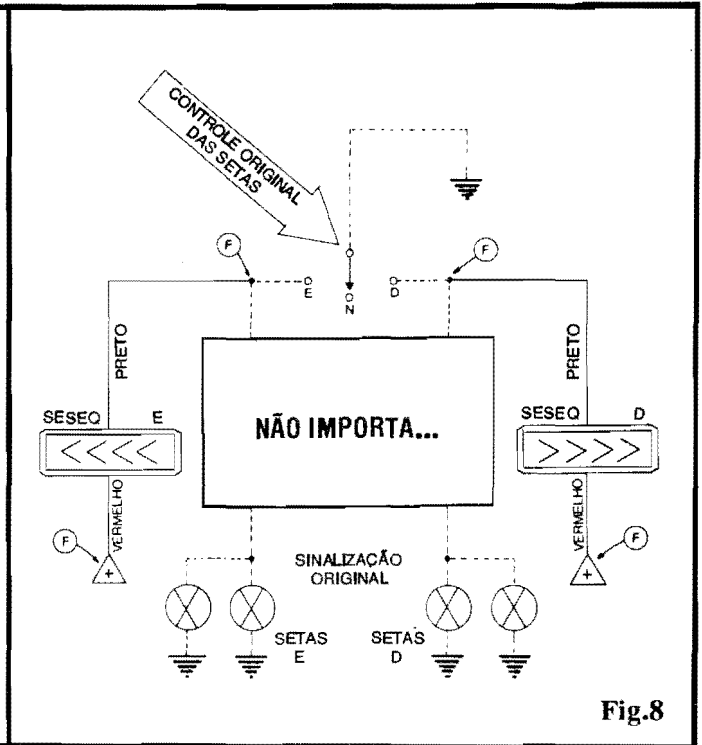

Fig.8
- FIG. 8 - OUTRA POSSIBILIDADE DE INSTALAÇÃO ELÉTRICA... - Já se o terminal ativo da chave/controlador original das setas de direção tiver uma conexão normal à "terra" (**negativo**), então os fios **pretos** dos dois SESEQs devem, respectivamente, ser ligados aos terminais de saída *esquerdo* e *direito* da tal chave, sendo que os fios **vermelhos** deverão ser ligados a qualquer ponto onde existam os 12V **positivos** do circuito elétrico do carro... Novamente, *não importa* o sistema usado para o acionamento intermitente das originais lâmpadas de seta... Também no diagrama, as linhas tracejadas indicam conexões já existentes, linhas sólidas mostram a fiação a ser acrescentada, e pontos marcados com "F" mostram as ligações a serem feitas...